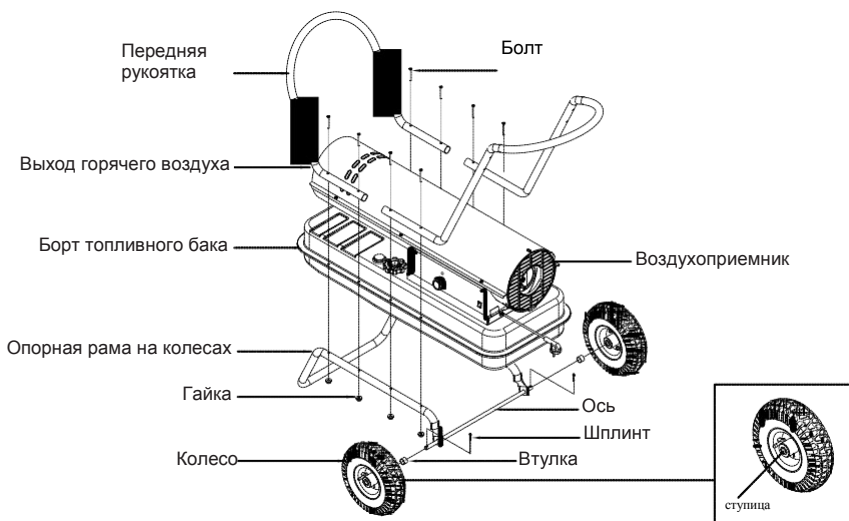

Рис. 7. Сборка Ручки, Колеса
4. Установите ручки на кромку корпуса. Соедините ручки, кромку корпуса изделия и колесную раму болтами, как показано на рис. 7. Закрутите гайки.